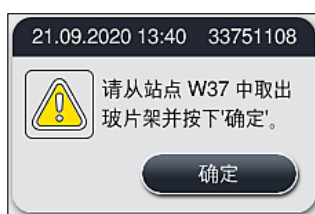

图 128
4. 对于每个要取出的玻片架, 显示屏上都会显示一条相应的消息 (→“图 128”)。打开仪器罩, 从消息中所示的站点取出玻片架。点击**确定**确认取出。继续该操作, 直至取出所有受影响的玻片架。